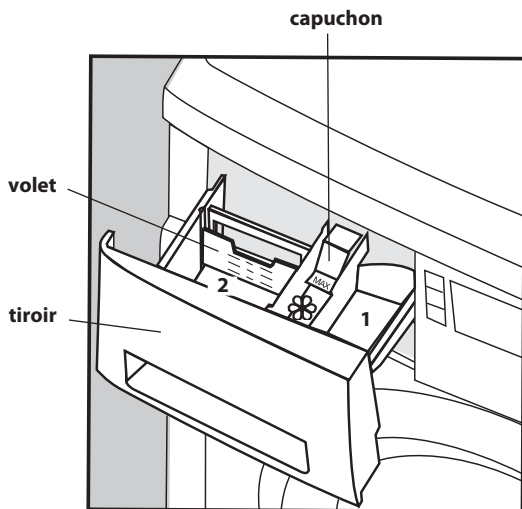
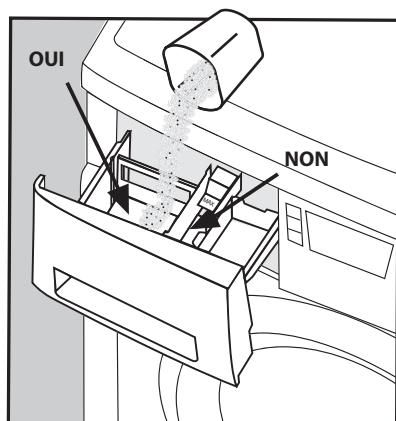
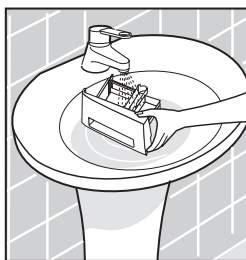

Figure 15
Figure 16
Figure 19
ATTENTION! Pour le premier cycle de lavage au compartiment 2 du tiroir (fig.15) chargez la moitié de la norme de détergent, en prenant en considération les recommandations de son producteur pour le chargement maximum du linge.
Dans la machine est prévu le tiroir de détergents (fig.15).
Pour l'utilisation du détergent synthétique (DS) liquide au compartiment 2 de la cuvette est prévu le volet conformément aux figures 15, 17, sur les deux côtés duquel sont appliqués les niveaux numériques du dosage en ml.
A l'utilisation des détergents en poudre il faut retirer le volet du compartiment pour le lavage principal 2 (fig.15). Il faut surveiller pour que le poudre ne soit pas au compartiment pour les moyens de traitement spécial ☼ (fig.16), puisqu'au rinçage la mousse sera formée et sur les articles peuvent apparaître les taches blanches.
A la sélection de la fonction supplémentaire   on met les détergents au compartiment 1 (fig.15). A l'utilisation du détergent synthétique liquide on doit le verser directement avant le lavage.
L'additif de blanchiment à la sélection du programme  (élimination des taches) est versé au compartiment 1 (fig.15) et le blanchiment a lieu directement après le lavage principale.
Pour améliorer la qualité du lavage et la protection de la machine contre les dépôts des sédiments calcaires au lavage à l'eau avec un degré de rigidité II ou III il est recommandé à côté des détergents synthétique d'utiliser l'adoucisseur de l'eau. Il faut l'additionner aux détergents au compartiment 2 (fig.15) conformément aux recommandations du producteur.
On enlève les taches de moisissure avec l'additif de blanchiment au compartiment 1 du tiroir des détergents (fig.15), si le tissu maintient bien l'influence du blanchiment. Dans les autres cas la partie encrassée doit être mouillée avec la solution de 10% du peroxide d'hydrogène et on fait lasser pendant 15 minutes.
Tirez le volet du tiroir, les capuchons, le tiroir pour l'agent liquide de blanchiment (fig.15) et lavez soigneusement les surfaces extérieures et intérieures sous un jet d'eau chaude. Lavez le tiroir pour les détergents (fig.19). Mettez les pièces démontables aux compartiments du tiroir et installez le tiroir à la machine.